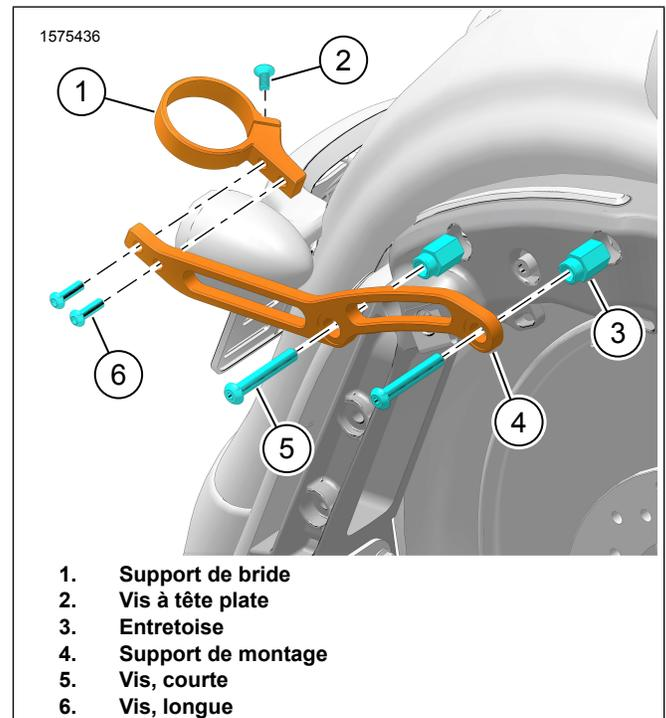

Figure 3. Supports de montage
1. Voir la Figure 3. Installer les entretoises appropriées (3) sur le support de montage (4). Serrer.
2. Voir la Figure 3. Appliquer un enduit frein sur la vis (5).
- a. Installer le matériel de montage d'origine (4).
- b. Installer la vis (4) pour l'assemblage d'amortisseur (5).
- c. Installer la rondelle intérieure (3).
- d. Installer la vis (4) sur le cadre. Ne pas serrer complètement.
- f. Serrer les vis (4). Consultez le manuel d'entretien.
6. Installer le réservoir (1) dans le support de bride.
- a. Régler au besoin pour le bon acheminement du tuyau (2).
7. Voir la Figure 3. Installer le support de bride (1) sur le support de montage (4).
- a. Installez les vis (6). Serrer.